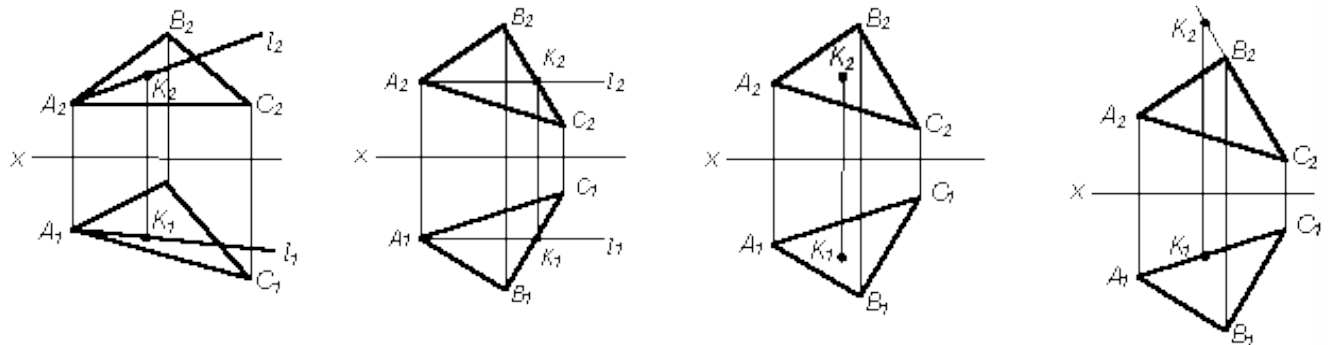

Рис. 3
4. На каком из чертежей (рис. 3) точка K принадлежит плоскости Σ (ΔABC)?